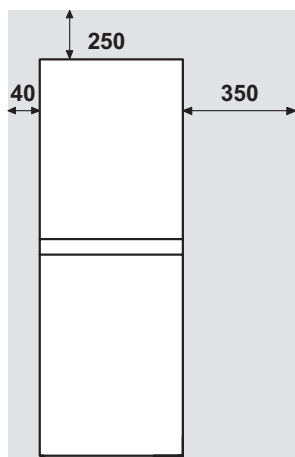

Figura 5.1 Tutte le misure sono in mm
- Lasciare intorno all'apparecchio le distanze minime indicate in Figura 5.1.